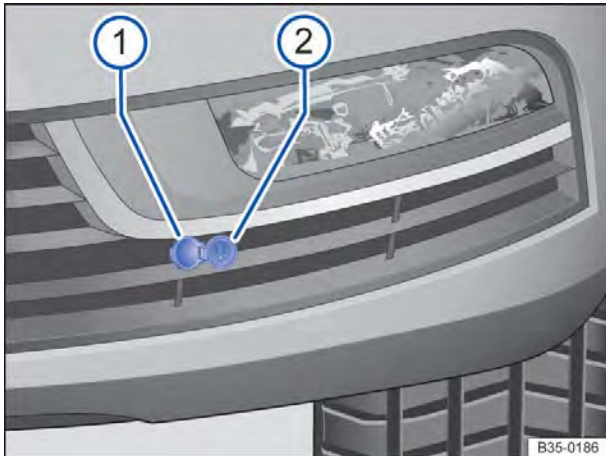

Fig. 133 No para-choque dianteiro direito: entrada de conexão ② para o pré-aquecimento do motor.
- Abrir a capa de cobertura ⇒ Fig. 133 ①.
- Conectar o cabo de conexão na tomada ②.
- Antes de ligar o motor, desconectar sempre o cabo de conexão e fechar a capa de cobertura ①.